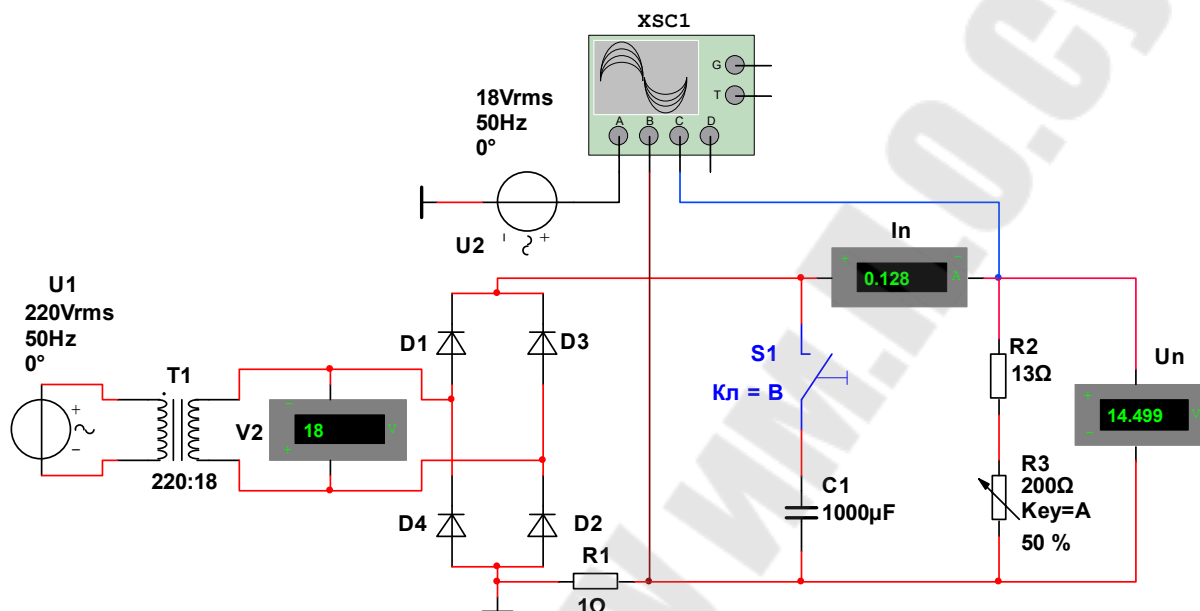

Рис. 1.2. Однофазный мостовой выпрямитель
5. Собрать схему однофазного мостового выпрямителя напряжения (рис.1.2).
На рис. 1.2 обозначено: U_1 – источник переменного напряжения; T_1 – понижающий трансформатор; U_2 – дополнительный (синхронизирующий) источник переменного напряжения (в работе схемы не участвует); V_2 – вольтметр переменного тока; U_n – вольтметр постоянного тока; I_n – амперметр постоянного тока; D_1 – D_4 – выпрямительные диоды; R_2 , R_3 – сопротивление нагрузки; R_1 – измерительный резистор (шунт); C_1 – емкость фильтра; S_1 – ключ; XSC_1 – четырехканальный осциллограф.